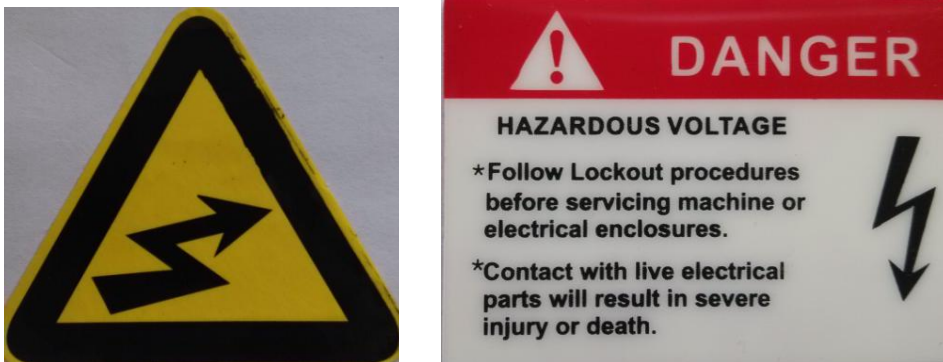

图 1-2
- ② 如图 1-2 的标志指示门被移除后内部存在触电危险，不能随意更换和移除此标志，一般位于电器部位。